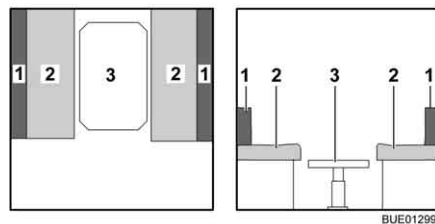

Fig. 116 Durante la trasformazione
- Tirare i cuscini del divano (Fig. 116,2) verso il centro.